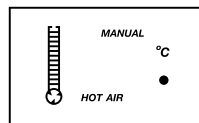

Рис. 3
3. Нажмите функциональную кнопку термофена еще раз. На дисплее отобразится значение, показанное на Рис. 3, будет мигать индикатор °C.